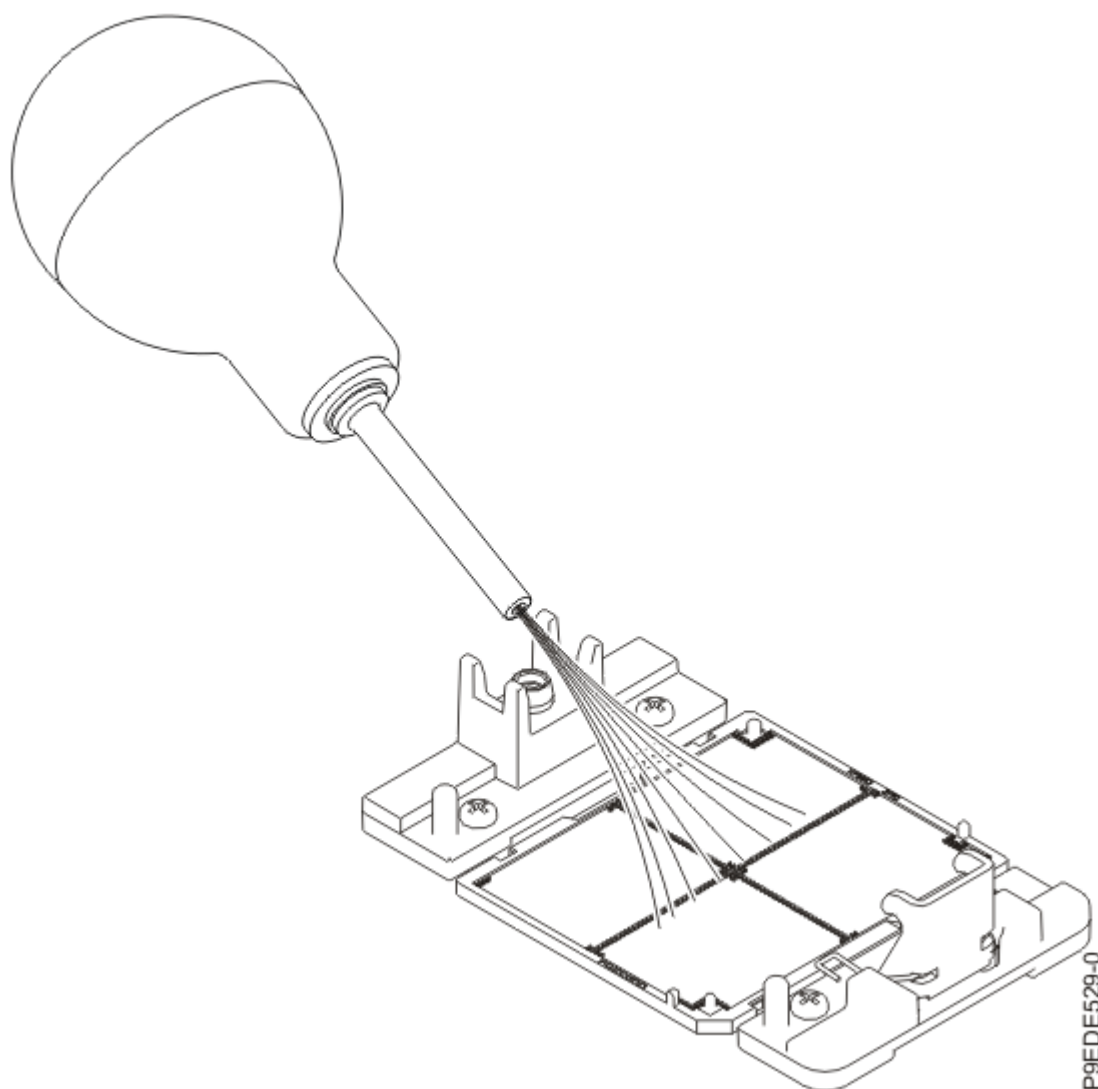

Figura 17. Extracción de los restos de polvo o suciedad del zócalo del procesador del sistema
- a) Si hay restos de polvo o suciedad en el zócalo del procesador del sistema, utilice la bomba de aire suministrada para limpiar el zócalo. Sopla pequeñas ráfagas de aire desde el centro a los lados del zócalo, como se muestra en la Figura 17 en la página 20.